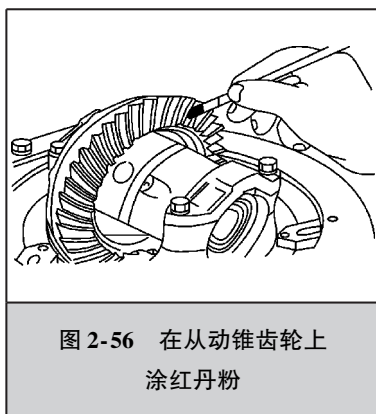

图 2-56 在从动锥齿轮上
① 在从动锥齿轮的齿上均匀地涂抹一层机器蓝或红丹粉，如图 2-56 所示。